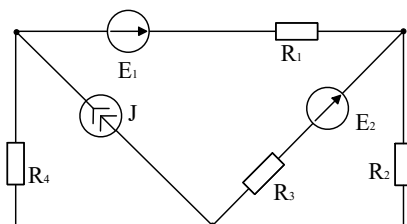

Рис. 1.11
4.23. Вычислить ток в резисторе R_1 цепи на рис. 1.11 методом эквивалентного генератора $E_1=E_3=48$ В; $\gamma=3$ А; $R_1=10$ Ом; $R_2=4$ Ом; $R_3=R_\gamma=8$ Ом.